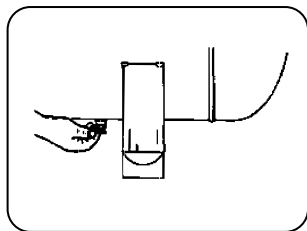

FIGURA 8.1
10. Verifique o funcionamento da válvula de segurança (Figura 8.1) com o produto desligado e com o reservatório sem pressão, para evitar acidentes.
- Drene o condensado (água) do interior do tanque através do purgador (Figura 8.1).